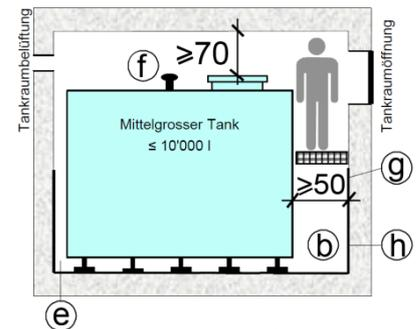

Abb. 2 Mittलगrosser Tank – Inhalt $\leq 10'000$ Liter: Freistehend prismatisch in einem Schutzbauwerk
- b. Mittलगrosse prismatische Tanks mit einem Nutzvolumen von weniger als 10'000 Liter (Abb. 2) müssen innerhalb des Schutzbauwerks auf zwei aneinanderstossenden Seiten begehbar sein (begehbar = in der Regel 50 cm).